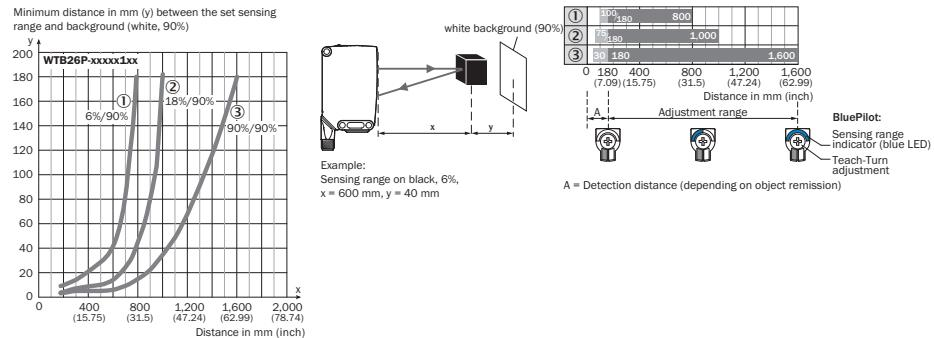

Figura 36: Curva característica 1, WTB26P-xxxxx1xx, luz vermelha
A distância mínima ($=y$) para a supressão do fundo pode ser determinada a partir do gráfico [figura 36 ①] do seguinte modo: